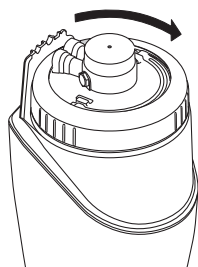

Fig. 43
12. **Enrosque** el anillo de retención hasta que llegue a un **TOPE**. No debe haber roscas visibles debajo del anillo de retención. Si hay roscas expuestas, el soporte no ha llegado hasta el fondo (Fig. 43).